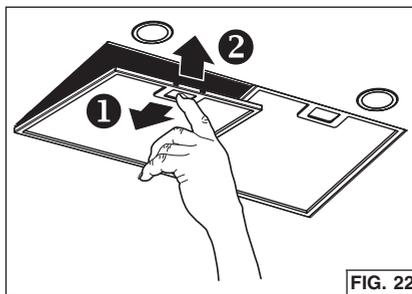

FIG. 22
1. Enlevez le filtre à graisse en enfonçant la languette du loquet pour dégager le filtre de la hotte. Inclinez le filtre vers le bas et enlevez-le. Fig. 22.